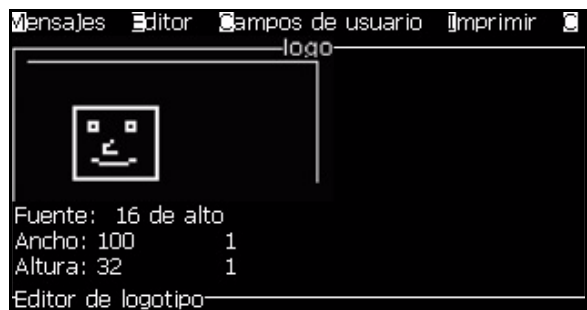

Figura 5-47. Crop Logo (Recortar logotipo)
- 1 Pulse la tecla *Enter* y aparecerá un recuadro que muestra los límites actuales del gráfico (Figura 5-47).